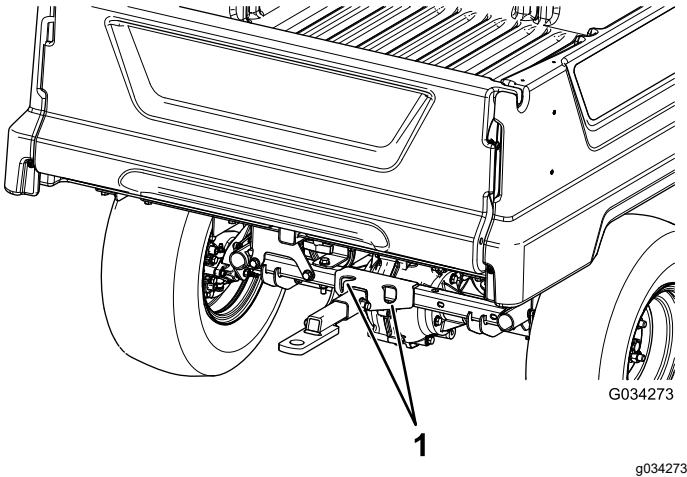
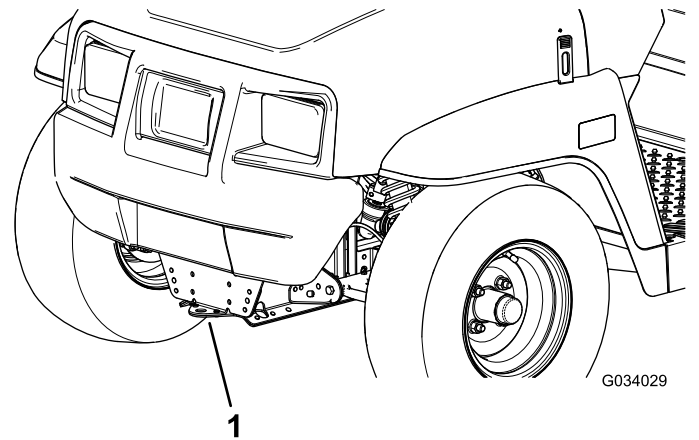

Figura 21
Figura 20
Utilice un remolque con rampas de ancho completo para mover la máquina a gran distancia. Asegúrese de que la máquina está firmemente amarrada al remolque. Consulte en Figura 20 y Figura 21 la ubicación de los puntos de amarre de la máquina.
2. Conecte un cable de remolque al punto de remolque, en la parte delantera del bastidor de la máquina (Figura 20).